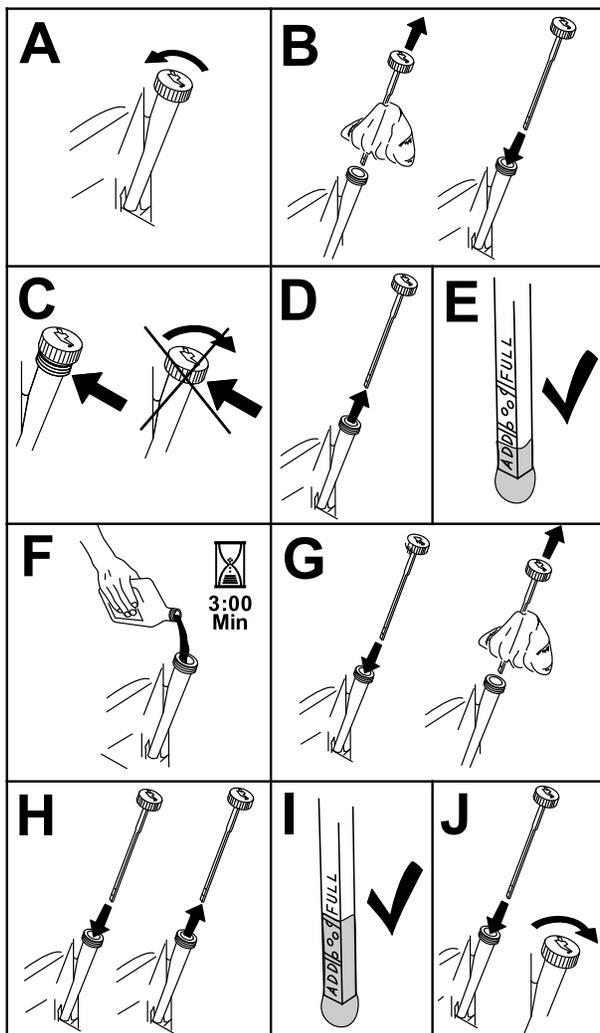

Figura 54
- Desligue o motor, retire a chave e espere até todas as partes em movimento pararem antes de sair da posição de funcionamento (Figura 54).